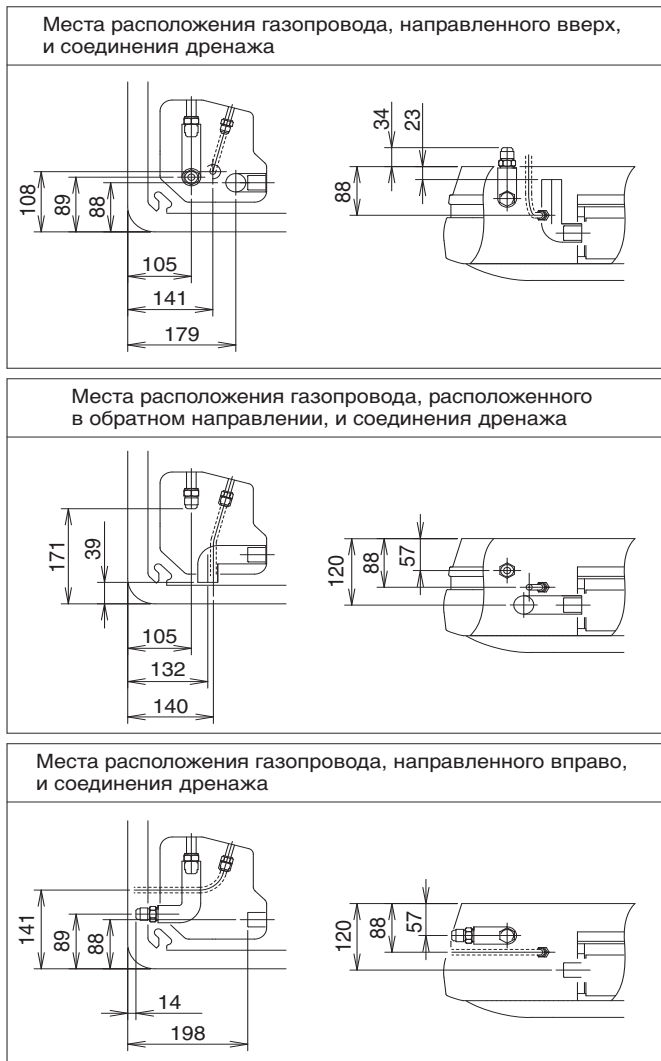

Рис. 6
**(1) Проверьте расположение подвесных болтов внутреннего блока, выпускных отверстий трубопровода, выпускного отверстия дренажного трубопровода и впускного отверстия электрических проводов. (На чертеже показан вид с потолка.) (См. **Рис. 5** и **Рис. 6**)**